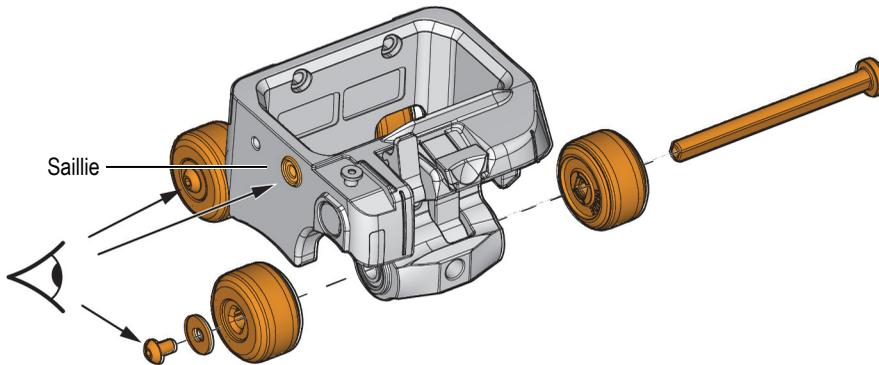

Figure 2-9 Roues du chariot
Assemblez les arbres dans le bon sens, sinon il y aura perte du signal du codeur. Localisez la saillie circulaire sur le corps du chariot. Pour que l'arbre soit dans le bon sens, il faut l'insérer du côté opposé à la saillie. Les vis et rondelles de fixation des roues sont quant à elles assemblées du côté de la saillie (voir les flèches sur la Figure 2-9 à la page 54).
4. Réinstallez l'arbre en le faisant glisser dans les roulements du chariot et dans le levier de verrouillage du support de sonde. Assurez-vous qu'il est dans le bon sens (Figure 2-9 à la page 54).